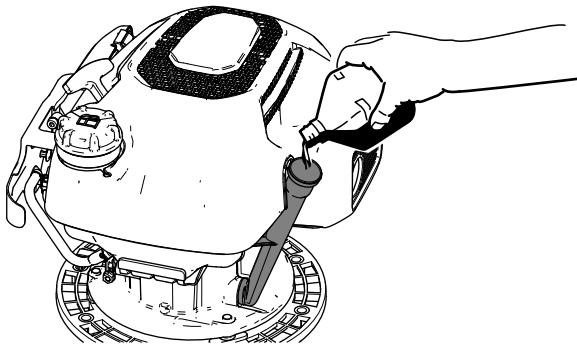

Bild 15
3. Gießen Sie das angegebene Motoröl langsam in den Öleinfüllstutzen (**Bild 15**) und warten Sie 3 Minuten.